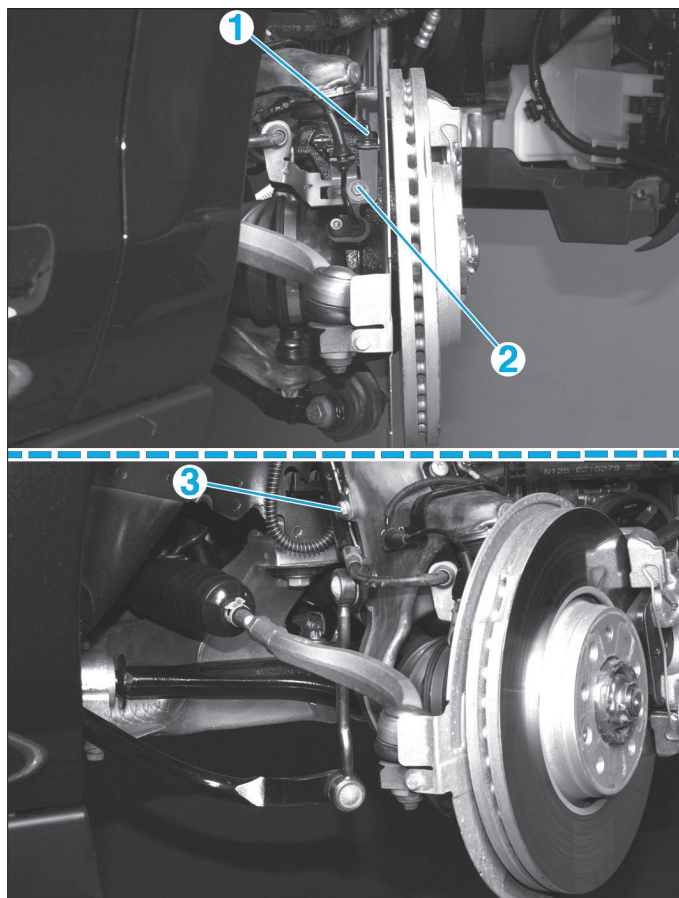
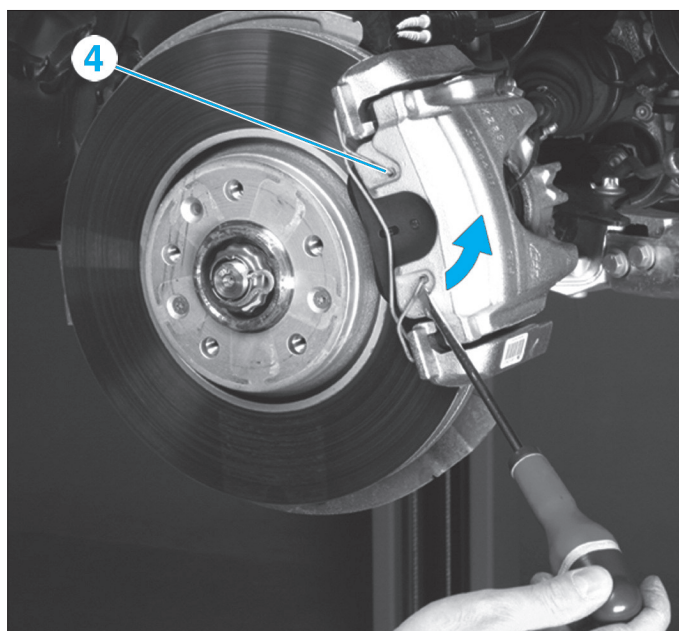

Fig. 3
Fig. 4
- l'écrou (1) (Fig.3),
- la vis (2),
- la vis (3).
- Déposer le ressort (4) (Fig.4).